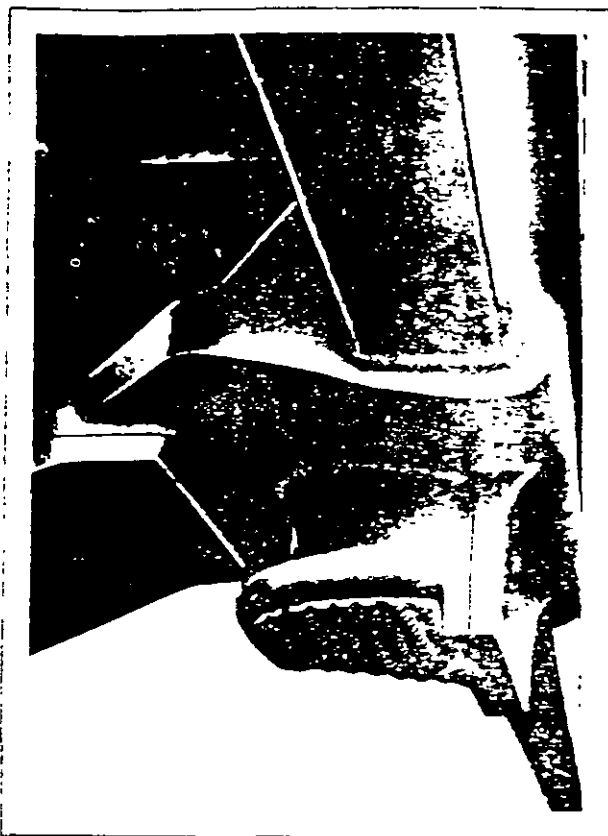

Fig. VI-7. Dispositivo de levantamiento / punto de apoyo.
11. Levante por medio de gatos o con una grúa, la plataforma de la locomotora para dejar libres a los trucks, o bien, bájelos en una fosa provista de una mesa de gato, cuidando de no dañar los cables, ductos de aire y mangueras. Si los trucks se van a sacar en sentido lateral, será necesario levantar la plataforma (o bajar los trucks) por lo menos 25.4 cm. (10 pulg) con relación al cuerpo de la locomotora. En la Fig. VI-7, se muestra el dispositivo de levantamiento y el punto de apoyo.